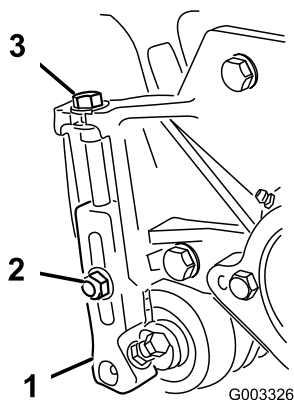

Figura 14
1. Desaperte as porcas de bloqueio que fixam os braços da altura de corte às placas laterais da unidade de corte (Figura 14).